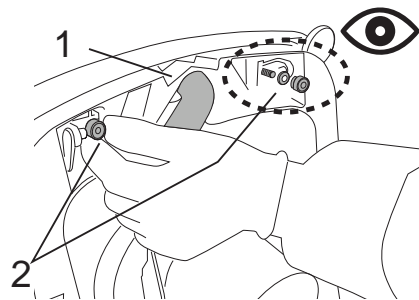

Fig.39
- Отсоедините шланг всасывания от скребка (рис. 39 - поз.1).
- Отверните рукоятки (рис. 39 - поз. 2).